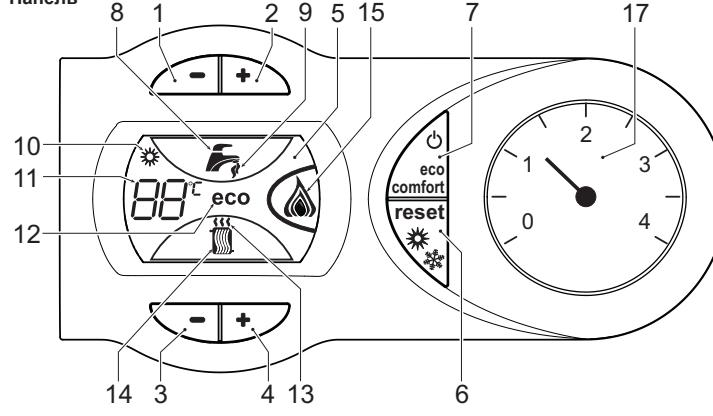
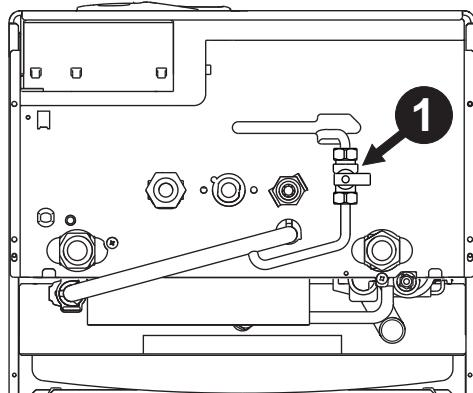

рис. 1 - Панель управления
рис. 6 - Кран заполнения котла
**Условные обозначения на панели управления рис. 1**
На дисплее (поз. 11 - рис. 1) высвечивается текущая температура воды, подаваемой в систему отопления, а во время ожидания отопления - символ "d2".
На дисплее (поз. 11 - рис. 1) высвечивается выходная температура воды в контуре ГВС, а во время ожидания выдачи воды ГВС - символ "d1".
О поступлении команды на переключение в режим (восстановление внутренней температуры котла) предупреждает мигание индикатора, расположенного под краном. На дисплее (поз. 11 - рис. 1) высвечивается температура воды в котле.
В случае неисправности (см. сар. 4.4) на дисплей выводится код неисправности (поз. 11 - рис. 1), а во время ожидания, обусловленного безопасностью, - надпись "d3".
Нажмите кнопку **вкл/выкл** (поз. 7 - рис. 1) в течение 5 секунд.
Когда котел выключается, электрическое питание все еще поступает на электронную плату. Не работают система ГВС и отопления. Остается активной система против оледенения. Чтобы снова включить котел, нажмите повторно на кнопку **вкл/выкл** (поз. 7 рис. 1) в течение 5 секунд.
Нажмите кнопку **"Лето"/"Зима"** (поз. 6 - рис. 1) на 2 секунды.
На дисплее высветится символ "Лето" (поз. 10 - рис. 1): При этом котел будет вырабатывать только воду для ГВС. Остается активной система антizамерзания.
Для выключения режима "Лето" вновь нажмите кнопку **"Лето"/"Зима"** (поз. 6 - рис. 1) на 2 секунды.
С помощью кнопок системы отопления (поз. 3 и 4 - рис. 1) температуру можно регулировать от минимальной 30°C до максимальной 80°C.
С помощью кнопок системы ГВС (поз. 1 и 2 - рис. 1) температуру можно регулировать от минимальной 40°C до максимальной 55°C.
Данное устройство может быть отключено пользователем (режим ECO), нажав клавишу **eco/comfort** (поз. 7 - рис. 1). При работе в режиме ECO на дисплее высвечивается соответствующий символ (поз. 12 - рис. 1). Для включения режима "КОМФОРТ" снова нажмите кнопку "Экономичный"/"Комфорт" (поз. 7 - рис. 1).
Давление напора при заполнении холодного контура, считанное гидрометром котла (поз. 17 - рис. 1), должно составлять приблизительно 1,0 бар. Если во время работы давление воды в системе упадет до величины ниже минимально допустимой, котел будет остановлен и на дисплее высветится ошибка F37. С помощью крана для заливки воды (поз. 1 рис. 6) довести давление до первоначального значения. По окончании операции всегда закрывайте кран заливки воды.